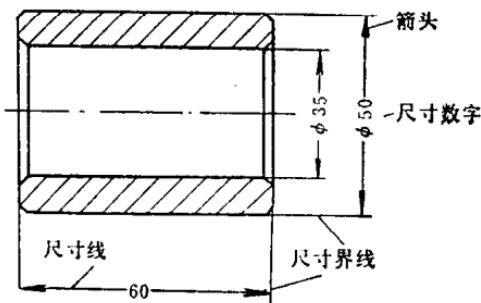
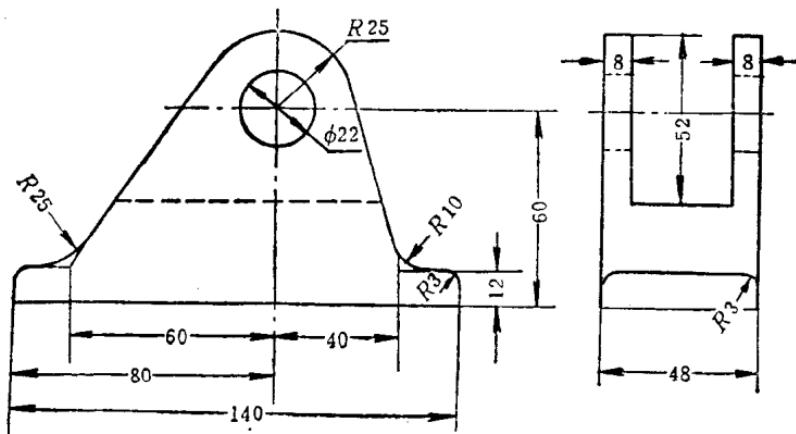
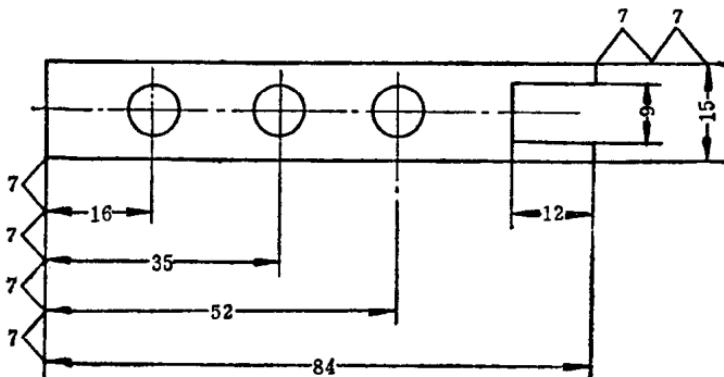

图 3 尺寸的组成
图 6 中心线和轮廓线作尺寸界线用的示例
图 7 几条尺寸线相平行的画法
一个完整尺寸，应由尺寸界线、尺寸线、箭头和尺寸数字四部分组成，是为尺寸要素，如图 3 所示。以后提到尺寸时，就应该联想到这四个组成部分。
在斜面和平面的光滑过渡处标注尺寸时，尺寸界线必须自轮廓线延长部分的交点引出。有时零件的中心线和轮廓线也可用作尺寸界线，如图 6 所示。
2. 尺寸线 尺寸线是画在尺寸界线中间、中心线中间或轮廓线中间的细实线(参见图 3 和图 6),用来表示尺寸的方向。线的粗细与尺寸界线一样,同为轮廓线的 $1/3$ 或更细。尺寸线到轮廓线间的距离不可小于 5 毫米(建议取 $7\sim10$ 毫米),并且应同所表示的线段相互平行。如果几条尺寸线相平行时,尺寸线间的距离最好画得相等,如图 7 所示。尺寸线中间可断开,以便填写尺寸数字。但也可不断开,这时,尺寸数字应填写在尺